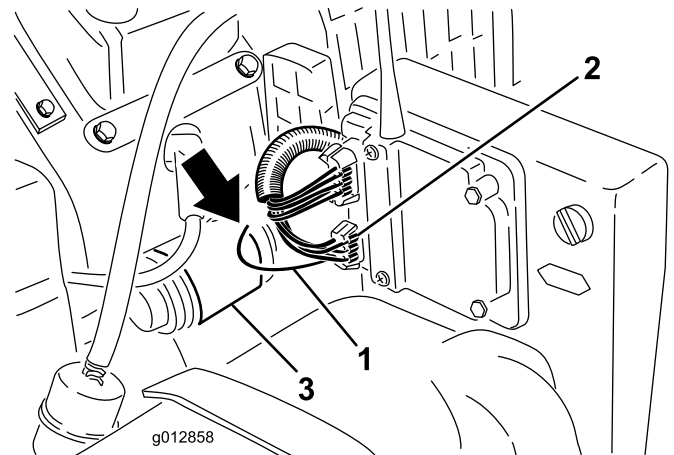

Figura 24
1. Localize o fio amarelo com uma lista preta que se encontra na tubagem da cablagem que parte do conector de 6 pinos no receptor (Figura 24). Retire o fio da tubagem.